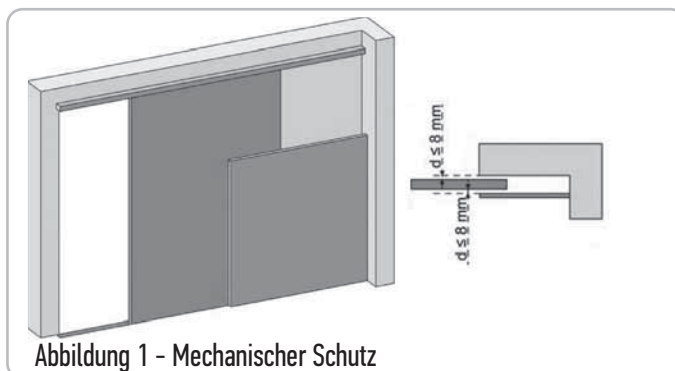
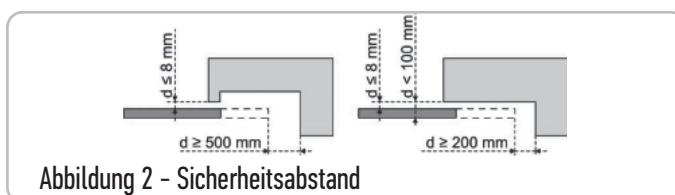

Abbildung 1 - Mechanischer Schutz
Abbildung 2 - Sicherheitsabstand
ZONE 2 Quetschgefahr an einem angrenzenden festen Bauteil	Hindemiserkennung durch den Antrieb. Es muss unbedingt geprüft und festgestellt werden, dass die Grenzwerte der Betriebskräfte und Reversierungszeiten gemäß Anhang A der Norm EN 12 453 eingehalten sind. Schutz durch eine mechanische Vorrichtung (siehe Abbildung 1) oder durch Sicherheitsabstände (siehe Abbildung 2)
2.1 Lieferumfang - Abb. 1
2.2 Anwendungsbereich - Abb. 2
Torart (Abb.2)
Torgröße (Abb. 2)